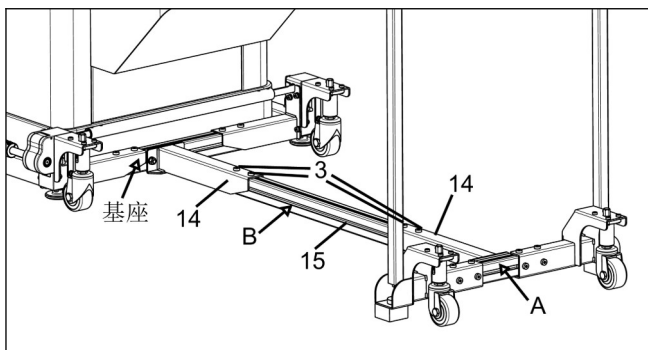

图 23
d.将延伸杆组件“B”一端与基座固定，另一端与支腿托架组件“A”固定；调整延伸杆“15”位置，使其两端插入延伸杆支架“14”内长度大于80mm；最后旋紧所有紧固件“3”。（见图23）